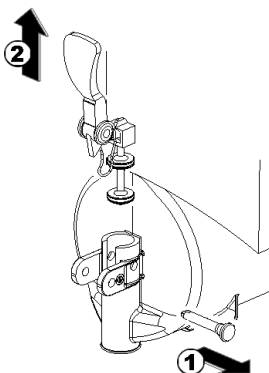

figure 12
5 Démontez le robinet selon la séquence indiquée (voir figure 12).
- 3 Remonter le robinet sur le réservoir en suivant la séquence effectuée pour le démontage en sens inverse (voir figure 12).